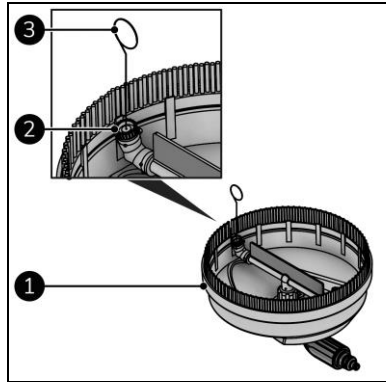

Abbildung 24
3. Entfernen Sie den Bodenreiniger (Abbildung 24, Pos. 1) von der Verlängerungslanze (Abbildung 5, Pos. 1), indem Sie ihn um 90° drehen.
4. Reinigen Sie beide Düsen (Abbildung 24, Pos. 2) mit dem Reinigungsstift (Abbildung 24, Pos. 3).